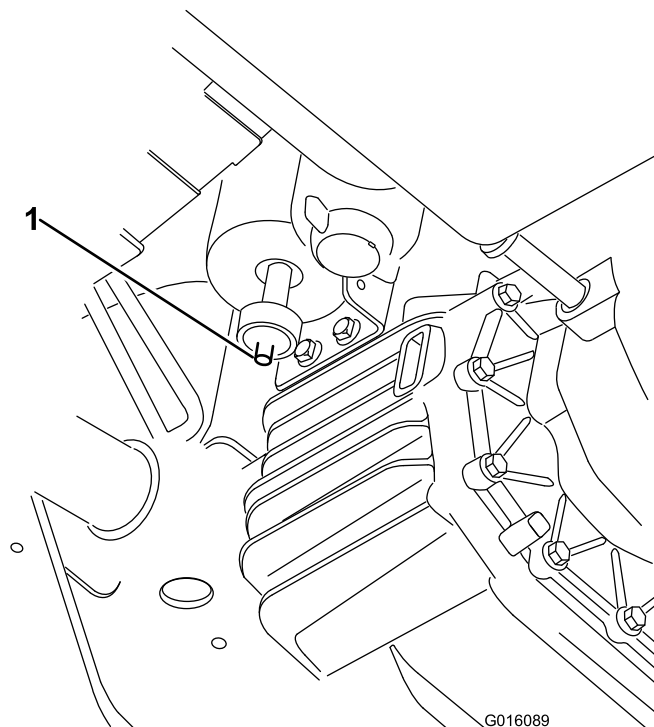

Bild 40
1. Ermitteln Sie den Luftfilter an der Unterseite des Aktivkohlefilters (Bild 40).